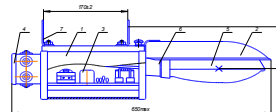

Рис. 1
1.1 Светильник ЖСП155-600-003У5 «REFLUX» (рис.1) предназначен для освещения растений в вегетационно-климатических сооружениях.